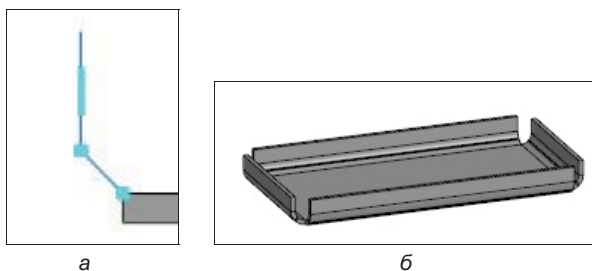

Рис. 29.17. Эскиз сгиба (а); модель Крышка (б)
- ◆ выделите любую грань и создайте на ней эскиз, как на рис. 29.17, а;
- ◆ нажмите кнопку **Создать объект**. У вас должно получиться как на рис. 29.17, б. На экране появились ребра, а в **Дереве** модели элемент **Сгиб по эскизу**. Сохраните данную деталь как **Крышка**.